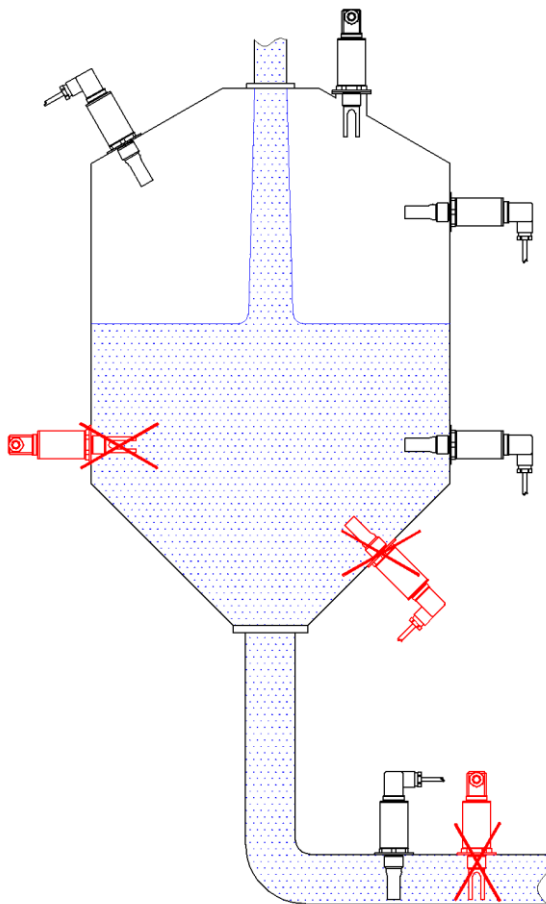

Рис. 2. Допустимі і заборонені способи монтажу Датчика.
Допустимі і заборонені способи монтажу Датчика представлені на рис. 2.
- з орієнтацією кабельного вводу відмінною від орієнтації вказаної на рис. 2.